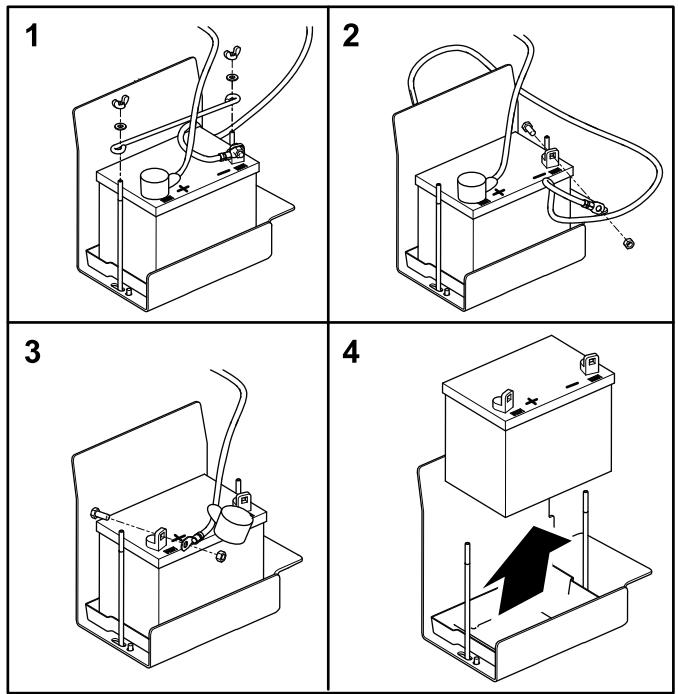

Figura 53
2. Retire las tuercas de orejeta y las arandelas que sujetan la pletina de sujeción de la batería (Figura 53).